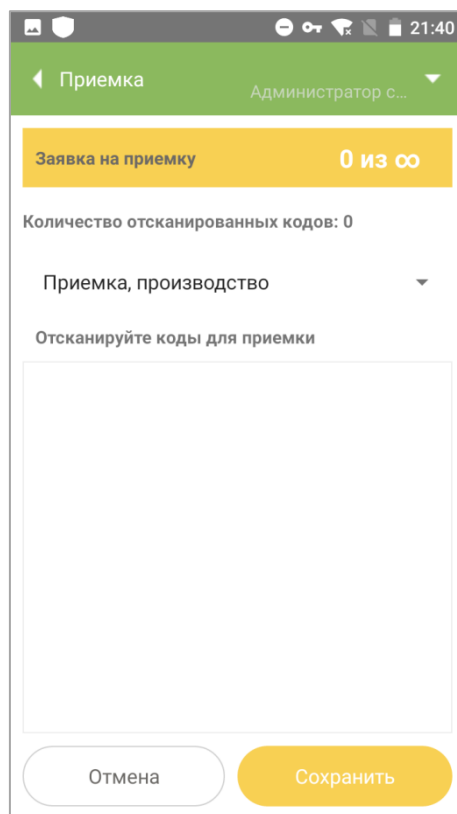

Рисунок 9.2
4. Если указанная накладная будет найдена в Системе, откроется окно для сканирования кодов (Рисунок 9.2).